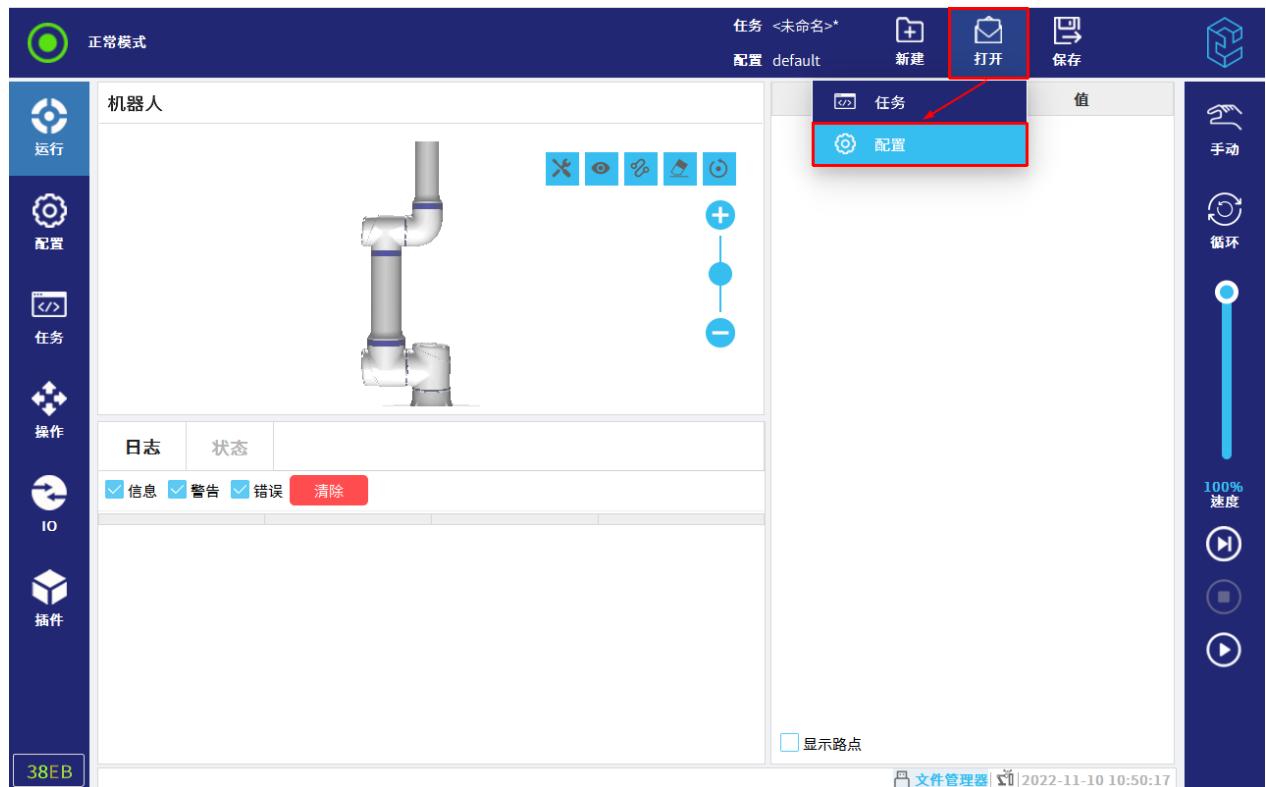

图 8-8 打开配置文件
1. 在任务和配置管理器中，点击“打开”，然后选择“配置”，如图 8-8 所示。